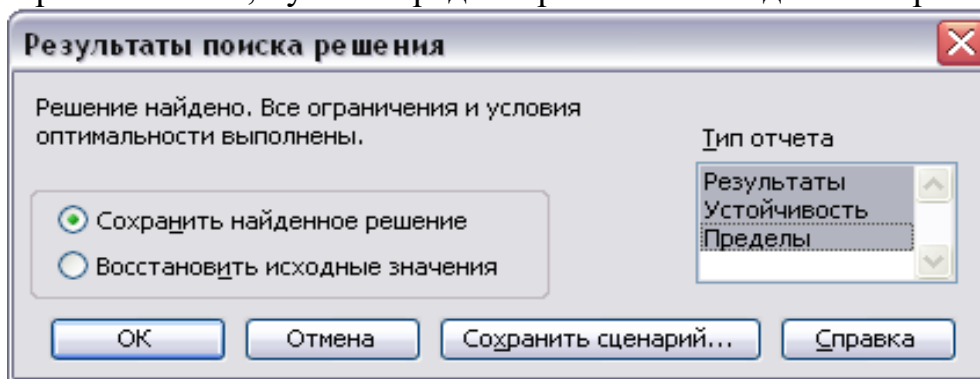

Рисунок 1.6 Диалоговое окно **Результаты поиска решения**
8) Нажать кнопку **Выполнить**, после чего появится диалоговое окно **Результаты поиска решения** (рисунок 1.6).
После того как решение найдено, можно также сохранить ссылки на изменяемые ячейки, чтобы использовать их в составе сценария. Для этого нужно нажать кнопку **Сохранить сценарий...** (рисунок 1.6) в диалоговом окне **Результаты поиска решения**.
Тип выбирается по окончании поиска решения в диалоговом окне **Результаты поиска решения** в списке **Отчеты** (рисунок 1.6). Можно выбрать два или три типа отчета щелчком мыши или при нажатой клавише <Ctrl>.